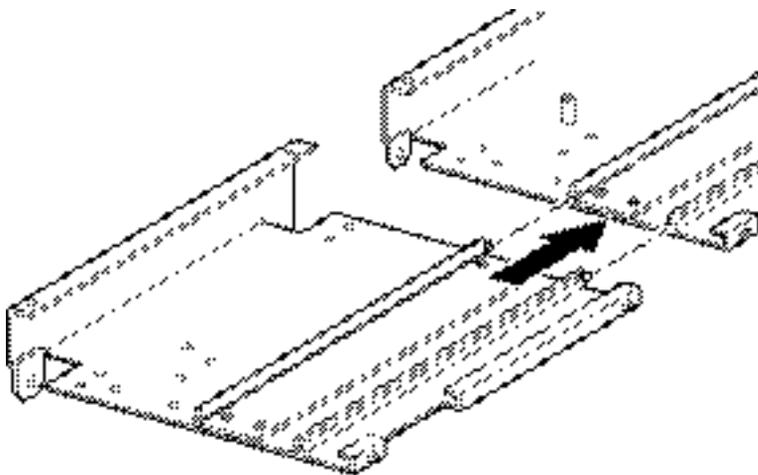

Figura 2–14. Montaggio di un'estensione da 5U o 10U
- b. Allineare i perni dei due tiranti stretti con i fori presenti sull'estensione e sull'unità PTM di base (vedere la Figura 2–15), quindi fissare i tiranti utilizzando quattro viti di fissaggio (due per ciascun tirante).